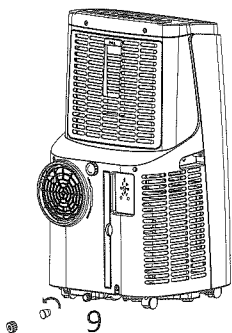

Figure 6
- Afin de pouvoir le redémarrer, il faut enlever le bouchon 9 (voir figure 6) et l'eau dans le réservoir va s'évacuer. Prévoir un récipient pour récupérer cette eau. Remettre le bouchon avant l'utilisation.